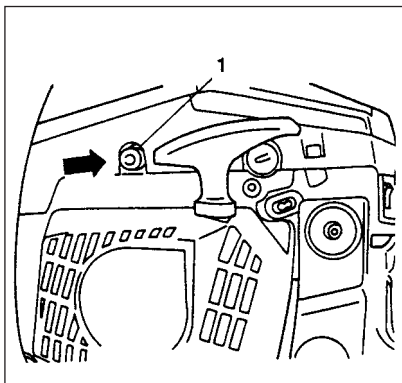

Fig. 2-2B
* Tryck på dekompressionsventilen (1) (om sådan finns, kommer ventilen att återgå när motorn startas). (Fig. 2-2B)